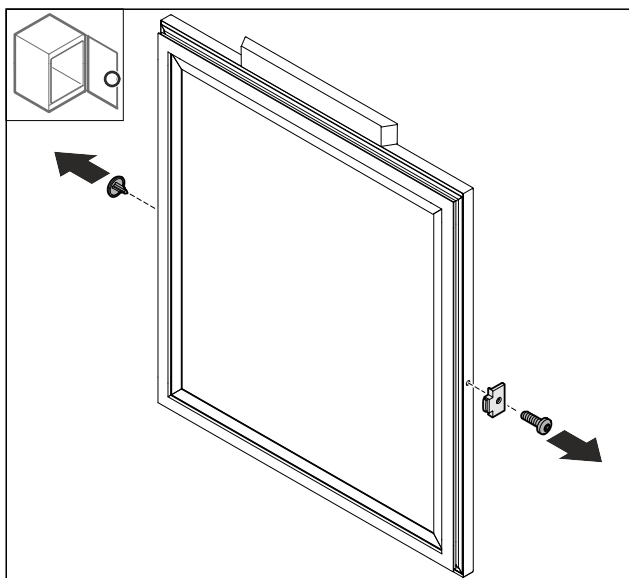

Fig. 69
- Odstraňte kryt Fig. 69 (1).
- Odmontujte dveřní zarážku Fig. 69 (2).